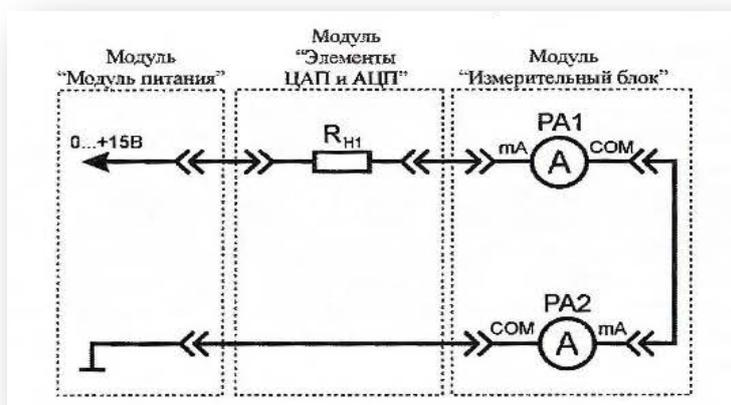

Рис. 8. Схема электрическая соединений лабораторных модулей для измерения постоянного тока
1. Согласно схеме (рис. 8) выполнить электрические соединения модулей для измерения постоянного тока. **Монтаж схемы производить при отключенном питании.**
2. Рассчитать относительную  $\delta_3$  и приведенную  $\gamma_3$  погрешности измерения постоянного тока  $I_{PV1}$  для каждого пункта табл. 18 по формулам (2) и (3) (см. раздел «**Основные сведения**»), считать амперметр  $PA2$  (рис. 8) образцовым, результаты занести в табл. 18.